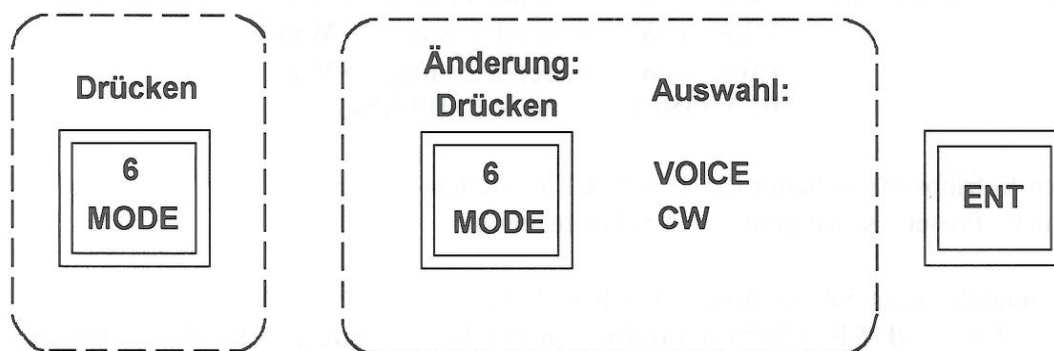

Bild 35
1) Einstellen der Übertragungsart "Sprache" (Bild 35):
2) Einstellen der Übertragungsart "Telegrafie, tonlos" (Bild 35):